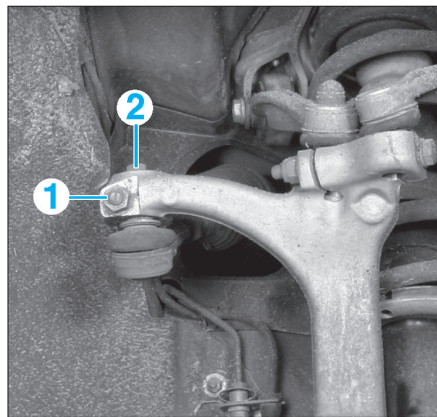

Fig. 5
- Desserrer la vis (1) de serrage de la rotule de direction sur le pivot (Fig.5).
- Dévisser la vis (2) de 4 mm environ.